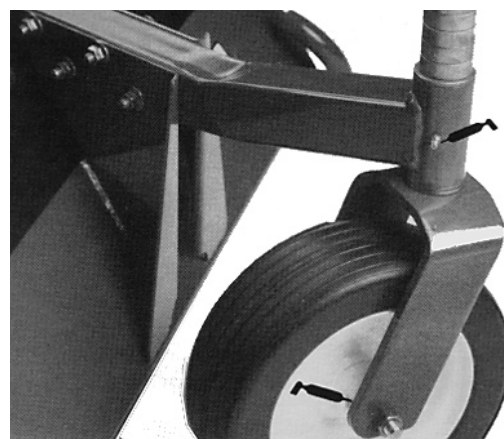
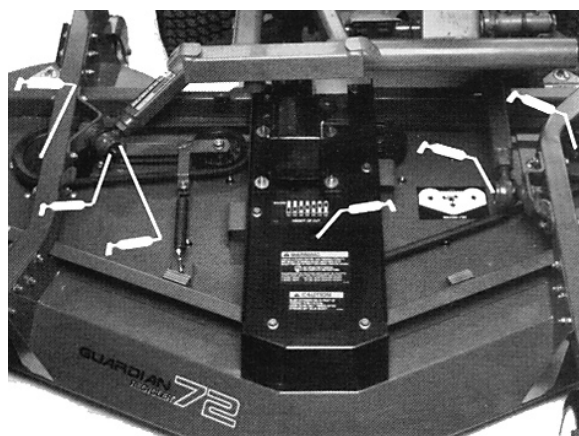

Fig. 5
Fig. 7
SMØRING AF LEJER, BØSNINGER OG GEARCASSE (fig. 5–8)
1. På klippeenheten findes der lejer og bøsninger, som skal smøres, og disse smørepunkter er: forreste styrehjuls spindelbøsninger (fig. 5), styrehjulslejer (fig. 5 & 6), knivspindelbøsninger (fig. 7), strammearms drejepunkt (fig. 7) samt højre og venstre trykarms kugleled (fig. 7).